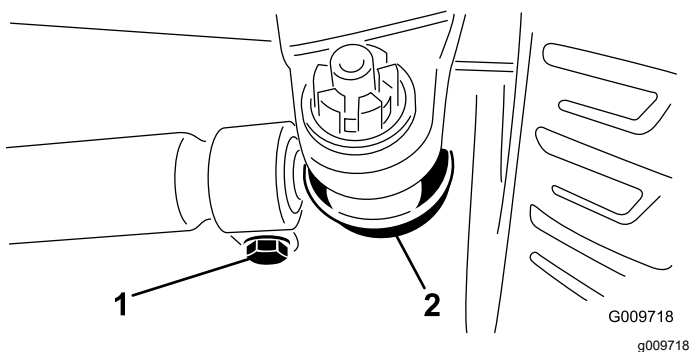

Figura 83
3. Pentru reglare, îndepărtați cuiul spintecat i piula de la oricare dintre articulațiile sferice ale tirantului (Figura 83). Îndepărtați articulația sferică a tirantului de pe suportul carcasei axului.
4. Slăbiți clemele de la ambele capete ale tirantului (Figura 83).